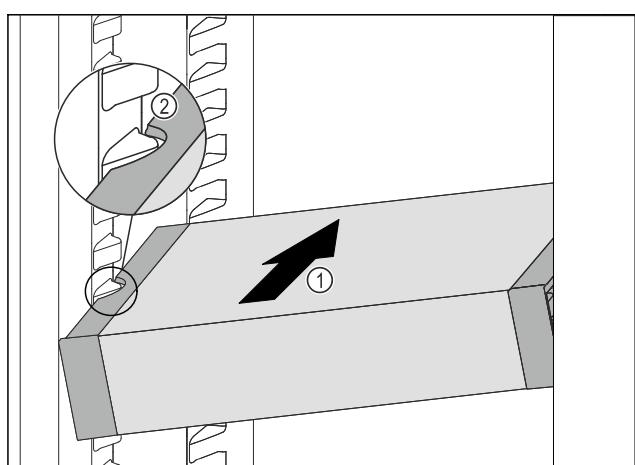

Fig. 79
- Вкарайте VarioSafe под ъгъл в хладилната част Fig. 79 (1), докато страницните прорези Fig. 79 (2) на VarioSafe се намират на височината на реброто на съда в хладилната част.